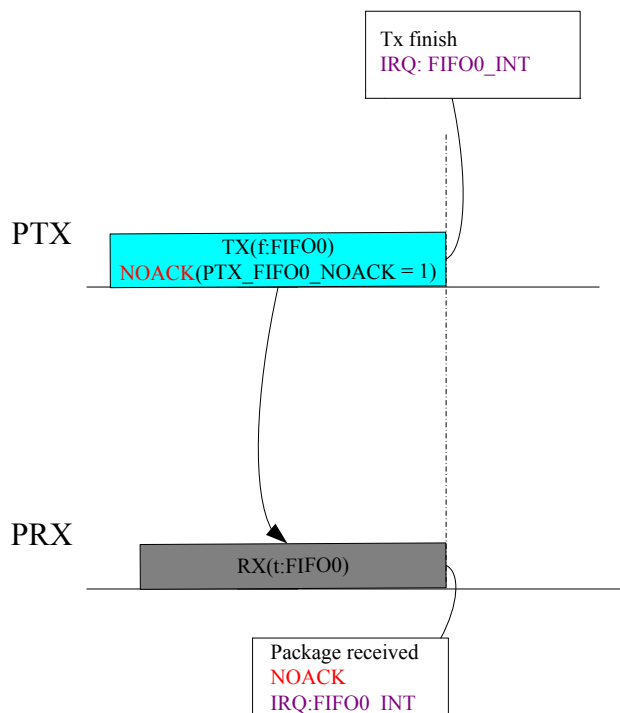

图 10-12 ACK 使能情况下 NOACK 功能中断示意图
- ◆ 在 ACK 功能使能时，通过配置 PTX_FIFO0_NOACK 控制位可告知 PRX 当前发送帧无需回复 ACK 帧（详见图 10-12）。
图 10-12 所示为收发 ACK 使能时，若设置 PTX_FIFO0_NOACK 为'1'，PTX 在发送数据包完成后中断标志位 FIFO0_INT 将置'1'，PRX 在接收数据包完成后中断标志位 FIFO0_INT 将置'1'。与 ACK 不使能情况类似，接收端在响应中断时需检查 PRX_PHR_ERR 与 PRX_CRC_ERR 指示位判断所收取包 PHR 与 PSDU 是否正确。